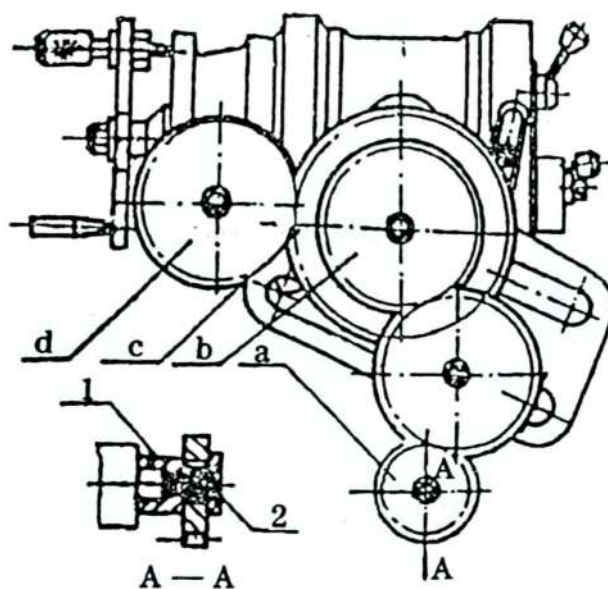

рис. 4
Состояние переключающих передач показано на рис.4. Перед установкой переключающих передач сначала втулку (1), на которой установлена шестерня (a), следует установить на ходовой винт машины, затем винт (2) следует затянуть.